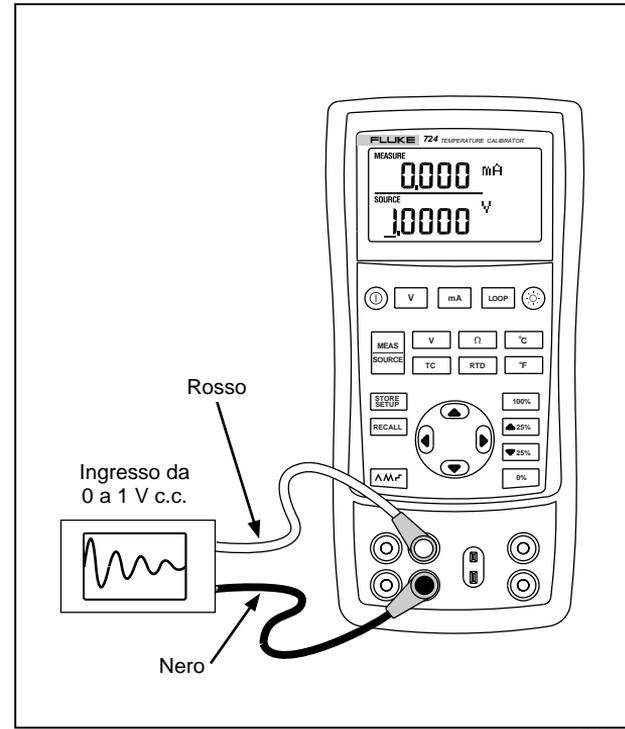

Figura 16. Taratura di un registratore grafico
1. Collegare i cavetti di misura allo strumento in prova, come indicato nella figura 16.